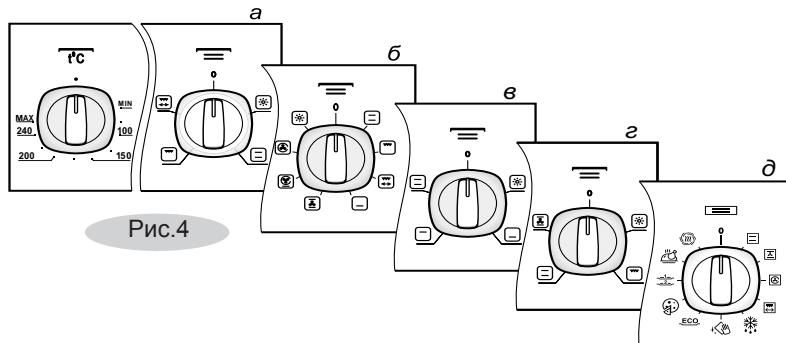

Рис.4
- ручкой режимов работы устанавливается необходимая функция (в зависимости от модели может быть вариант **а, б, в, г** или **д** (рис. 4);
- ручкой терморегулятора (рис. 4) задается температура нагрева духовки, которая поддерживается автоматически.